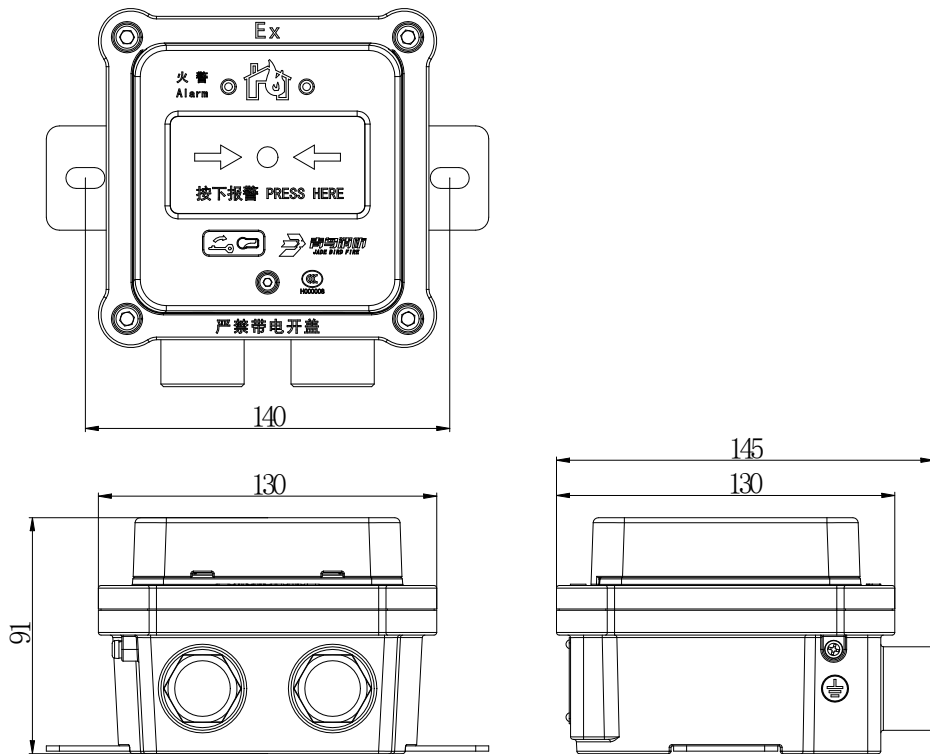

图 1 外形及安装尺寸图
- 布线施工后,通过预埋盒或使用膨胀螺栓将安装板固定在墙上(使用 M4 螺钉),安装孔距为 140mm,外形及安装尺寸如图 1 所示。